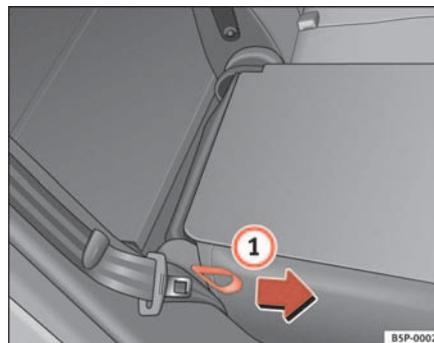

Fig. 100 Ribaltamento in avanti o all'indietro dello schienale del sedile posteriore
- Tirare in direzione della freccia la maniglia flessibile che si trova su un lato del sedile ⇒ fig. 100 ① e fissare lo schienale.